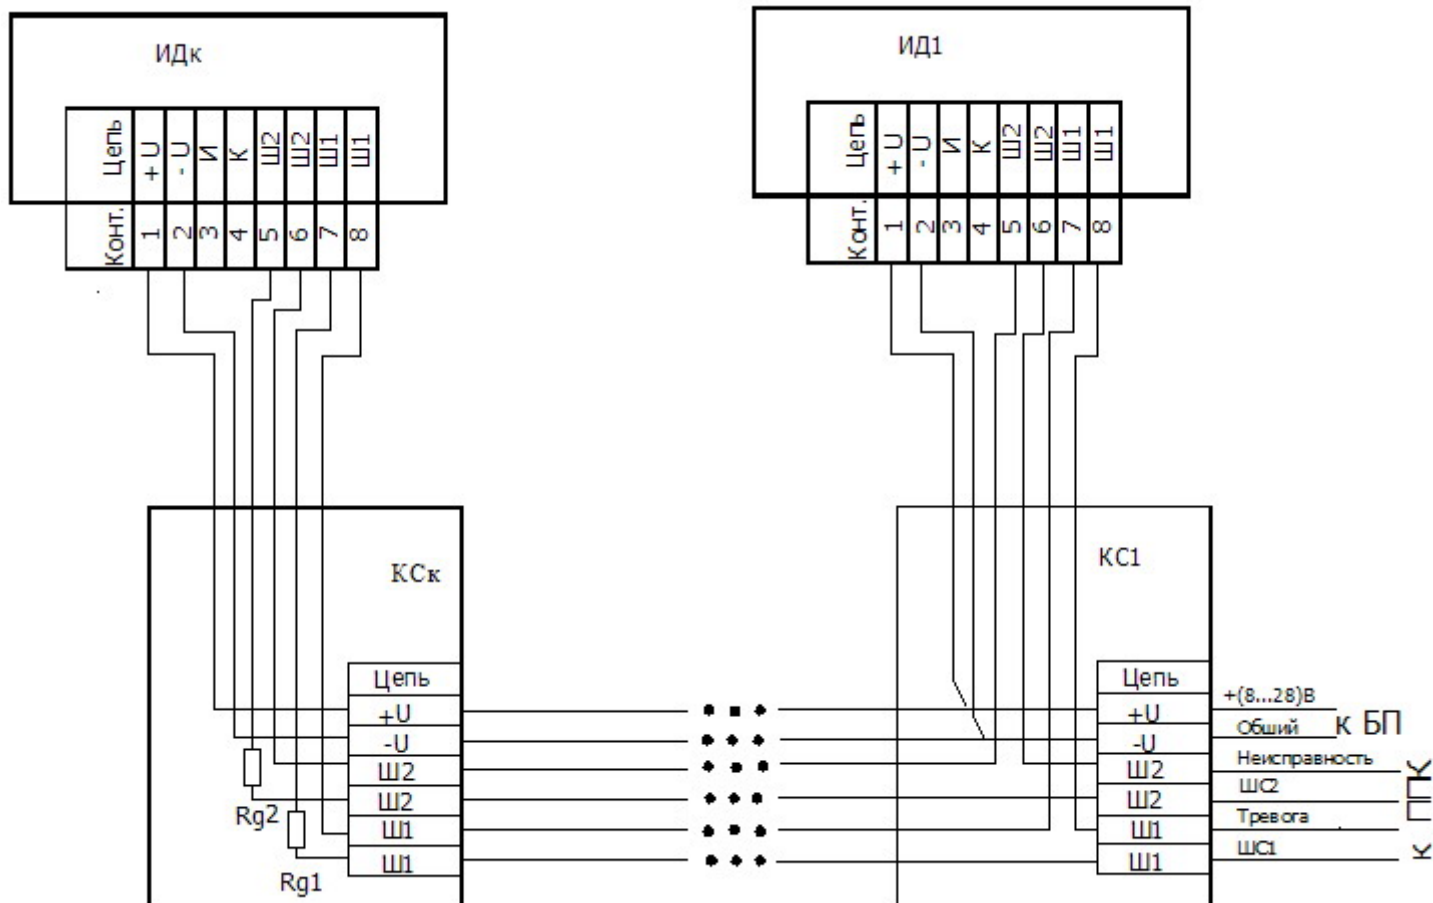

Рис.1.5 Схема последовательного соединения нескольких извещателей ИД1...ИДк с использованием соединительных коробок КС1...КСк.
1.5.7 Возможно последовательное соединение нескольких извещателей при одиночном включении (рис.1.5). В этом случае извещатели включаются в шлейфы **ТРЕВОГА** и **НЕИСПРАВНОСТЬ** по схеме «**монтажное ИЛИ**».
Соединение извещателей необходимо производить через герметичные разветвительные коробки или УЗГ-И24 в соответствии с рис. 1.5, рис. 1.6.